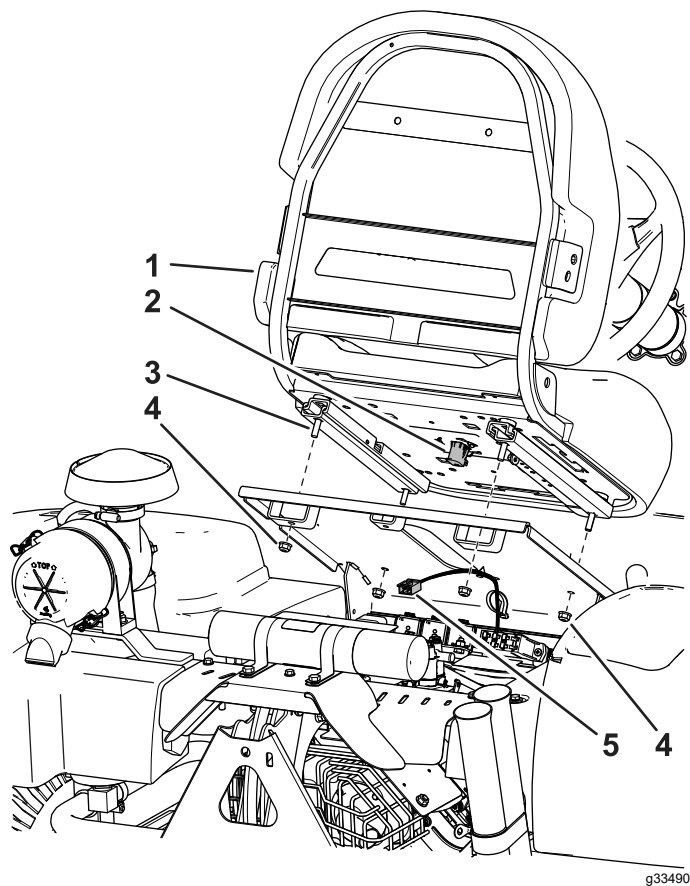

図 4
3. 運転席をシートベースに固定する先ほど外したナット4個を利用する 図 4 を参照。
4. マシンのワイヤハーネスを探し出して座席スイッチに接続する 図 4。